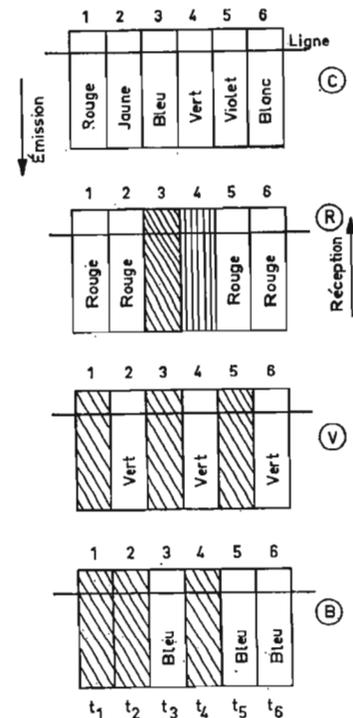
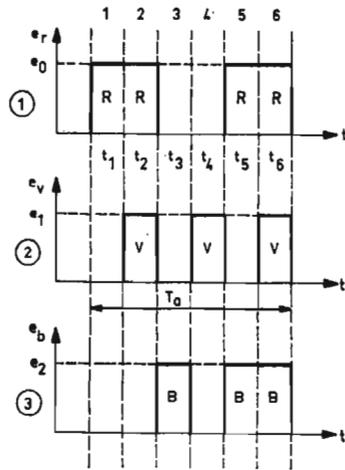

FIG. 2
FIG. 3
Ceci se passe à l'émission, la fièche dessinée à gauche de la figure 2 indiquée que l'image originale C en couleurs a été décomposée en trois images primaires, R, V et B.
A la réception, grâce aux procédés de la TV, on dispose des trois images élémentaires comme R, V et B de la figure 2. Leur superposition, indiquée par la flèche de droite, reconstitue l'image C. En effet, additionnons les couleurs des bandes :
Dans le cas de notre exemple, image à 6 bandes verticales de la figure 2, l'exploration par lignes donnera des lignes identiques donc des signaux VF identiques à chaque ligne. La durée d'une ligne est  $t_L$  dont la partie utile est environ  $9/10$  de  $t_L$  que nous désignerons par  $T_a$  qui, en 625 lignes, est de l'ordre de 60  $\mu s$ .
Pendant l'exploration ou la reproduction des bandes rouges 1, 2, 5 et 6, le signal a une certaine valeur  $e_r$ , tandis que par les bandes 3 et 4, le signal est zéro volts. Ceci donne le signal VF « rouge » d'une ligne, de (1) figure 3 ou la tension VF,  $e_r$ , a une certaine valeur  $e_0$  pendant les temps  $t_1$ ,  $t_2$ ,  $t_5$  et  $t_6$ ; le signal « vert » de la même ligne donne une tension  $e_v = e_1$  pendant les temps  $t_2$ ,  $t_4$  et  $t_6$ ; le signal VF « bleu » donne une tension  $e_b = e_2$  pendant les temps  $t_3$ ,  $t_5$  et  $t_6$ .
Si l'on applique les signaux VF de la figure 3, à des tubes cathodiques dont les phosphores correspondent aux « couleurs » des signaux, on obtiendra les images R, V et B de la figure 2 qu'il faudra superposer.